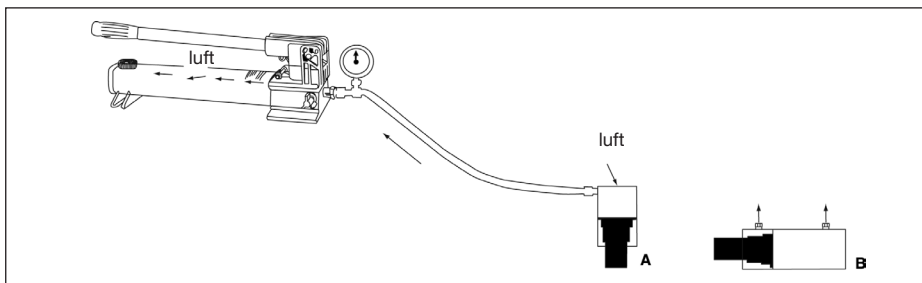

Bild 9
Att avlägsna luft ur hydraulsystemet hjälper cylindern att öka och minska mjukt och smidigt (se bild 9).
3. Placera pumpen med kolvändan nedåt (uppåt om du använder en dragcylinder) Se bild 9 nedan.
3. Ställ cylindern i horisontellt läge med öppna portar. Se bild 9.